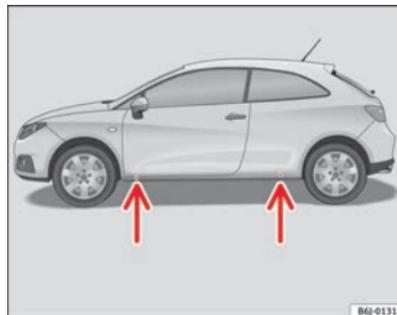

Abb. 128 Aufnahme-
- Suchen Sie den Aufnahmepunkt am Unterholm, der dem zu wechselnden Rad am nächsten liegt ⇒ Seite 221, Abb. 128.
Am Unterholm kennzeichnen jeweils vorn und hinten Eindrückungen die Stellen, an denen der Wagenheber angesetzt werden darf ⇒ Seite 221, Abb. 128. Es gibt für jedes Rad genau eine Stelle. An anderen Stellen darf der Wagenheber nicht angesetzt werden.